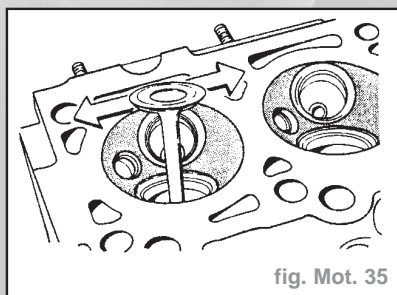

fig. Mot. 35
- Introduire la soupape dans le guide et déterminer le jeu latéral de la soupape (fig. Mot. 35) :